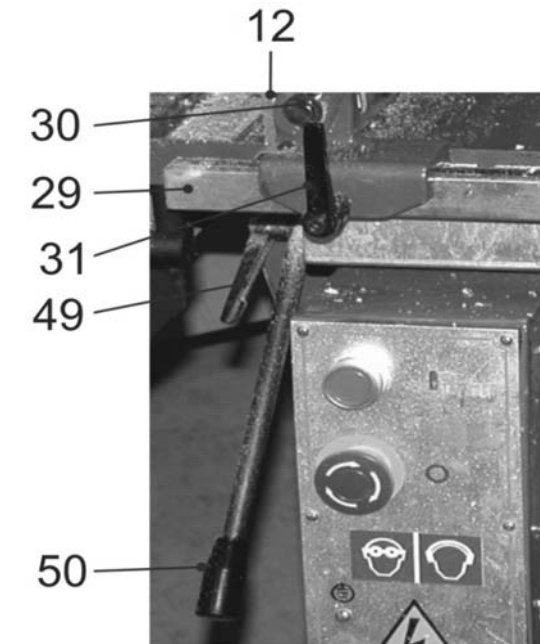

Рис.19
- поверните ручки замков (51 и 52), Рис. 20. Поднять стол подачи (20) и приёмный стол (53), установите и закрепите патрубок пылесборника (34) на лотке (56). Опустите стол подачи (20) и приёмный стол (53). Ручками замков (51 и 52) зафиксируйте положение, Рис.19,20;
- для удаления древесной стружки и пыли с рабочей зоны соединить патрубок пылесборника (34), Рис.19, с пылесосом для сбора стружки и древесной пыли см. раздел 11
- повернуть ручки замков (51 и 52), поднять подающий (20) и приёмный (53) столы, снять патрубок пылесборника (34) с лотка (56), Рис.19,20;